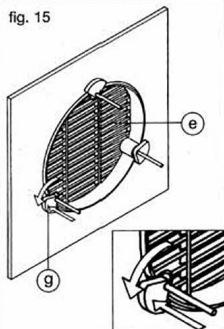

fig. 16
- Fig. 16.- Replacer la platine (f) sur les tiges filetées (n) et visser les écrous (d) en les orientant en fonction de la longueur de tige filetée dépassant de la platine (f).